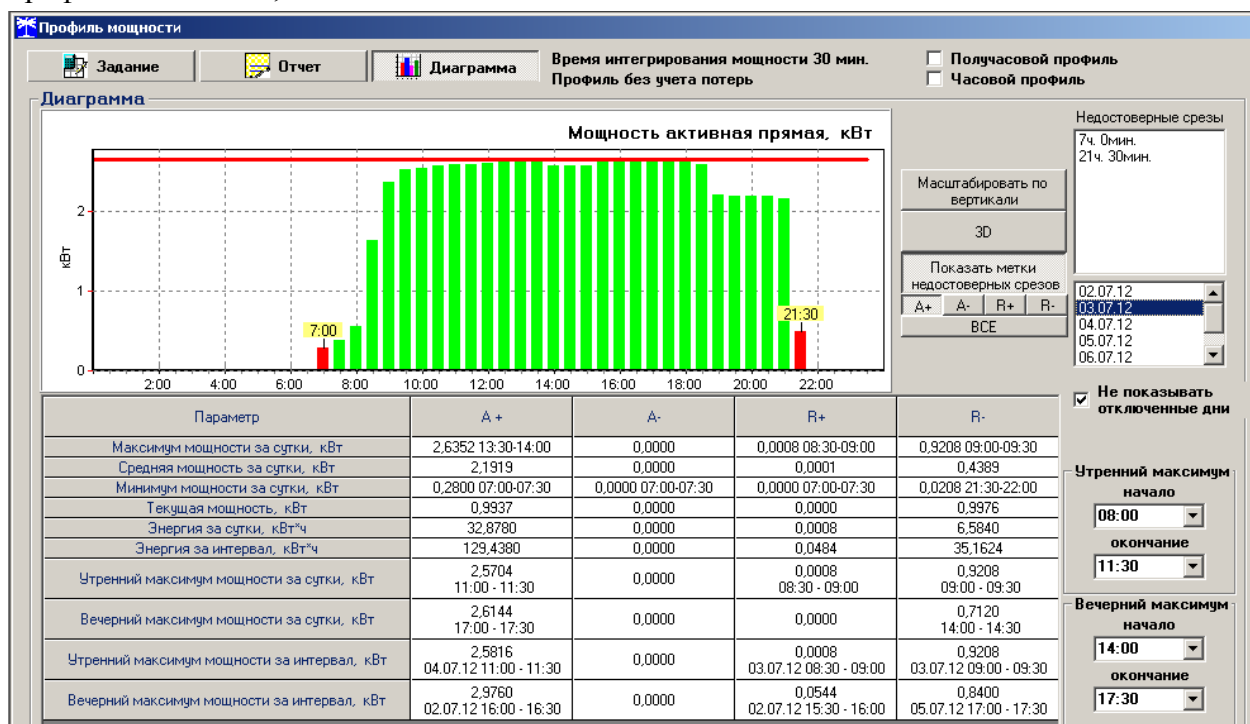

Рисунок 15 – Форма «Профиль мощности» вкладка «Диаграмма»
14.13 При чтении профиля за несколько суток (за интервал) в строке формы «Энергия за интервал» отображается энергия, учтенная на этом интервале (рисунок 15), а в строке «Энергия за сутки» отображается учтенная энергия за сутки, выбранные в окне справа от кнопки «ВСЕ».